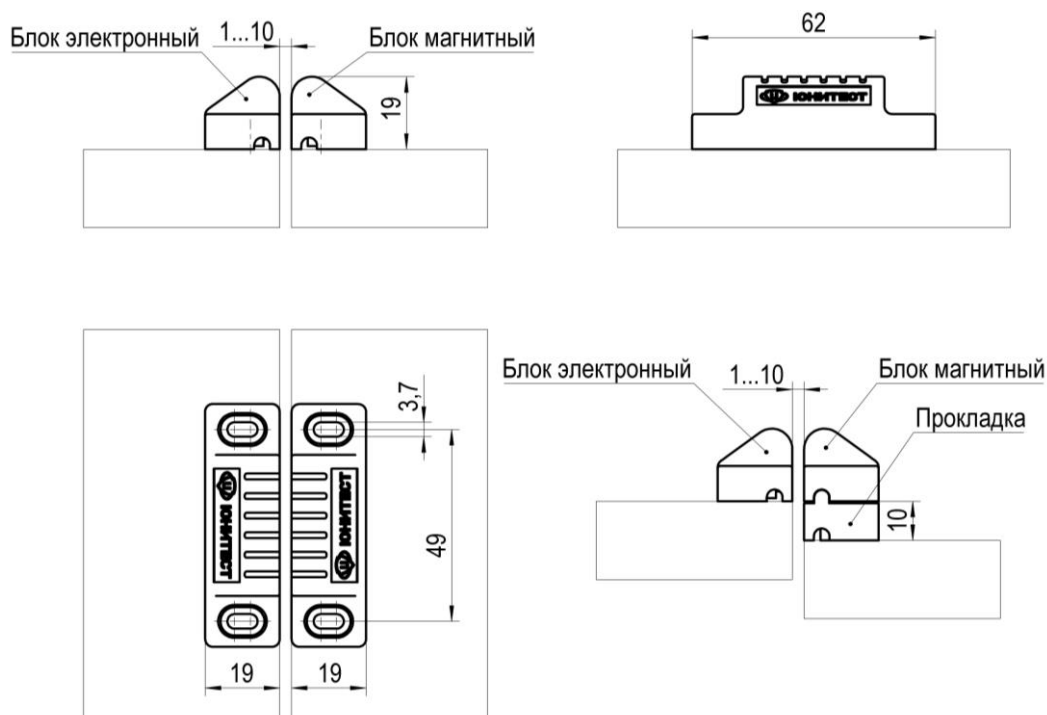
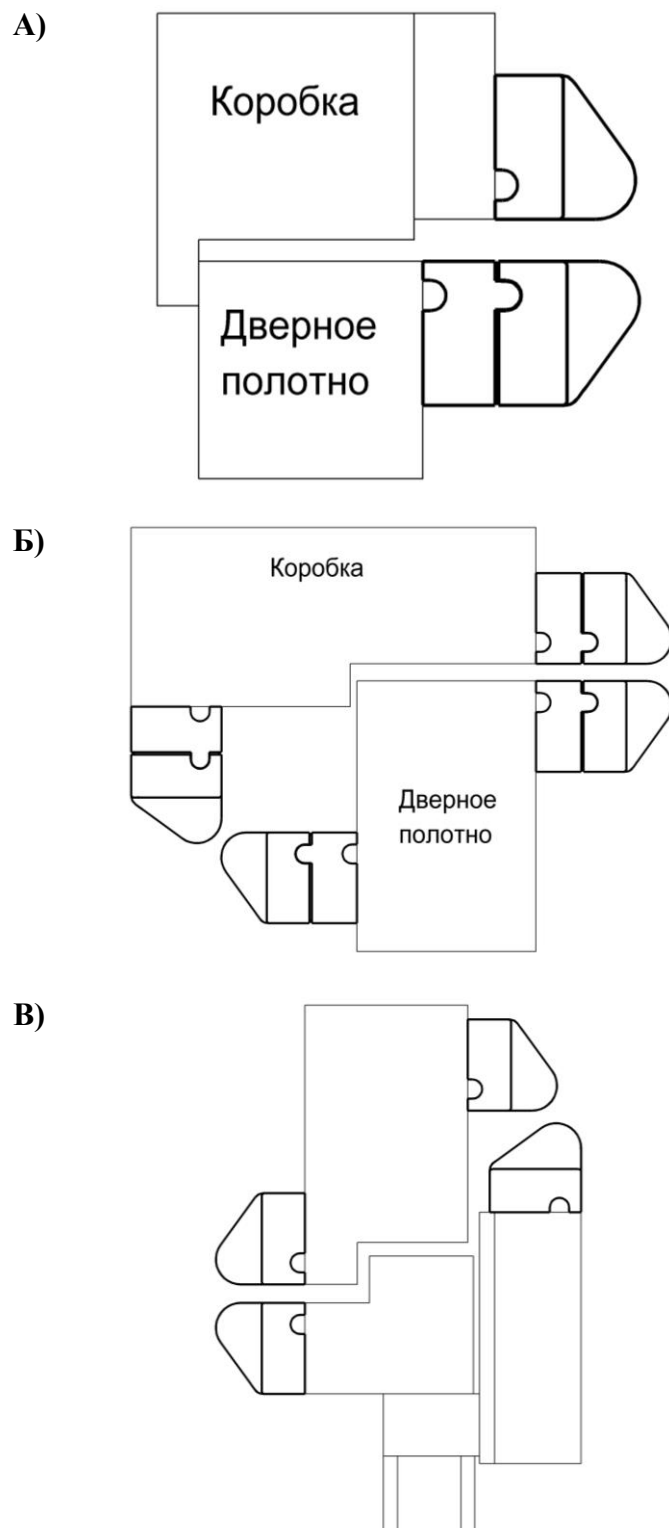

Рис.1. Габаритные и установочные размеры извещателя.
Рис. 2. Варианты установки А – деревянная дверь; Б – металлическая дверь; В – окно ПВХ.
2.1.1. Габаритные и установочные размеры адресной метки представлены на рис.1, схема подключения на рис.2.